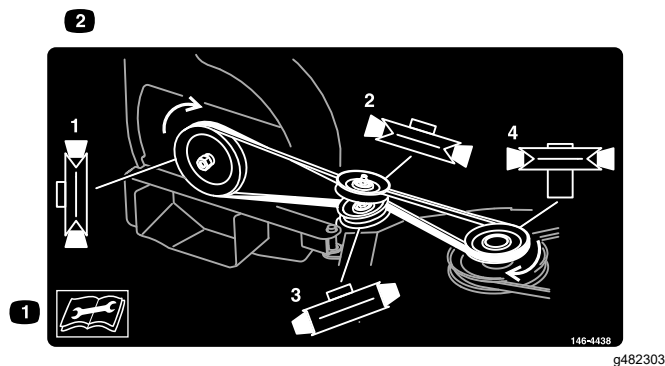

Figura 27
8. Installate la cinghia attorno al soffiatore e le pulegge tendicinghia, come illustrato nella Figura 27. Collocate la cinghia nella scanalatura a V della puleggia del soffiatore. Tenete tesa la cinghia e ruotate la puleggia lentamente a mano.